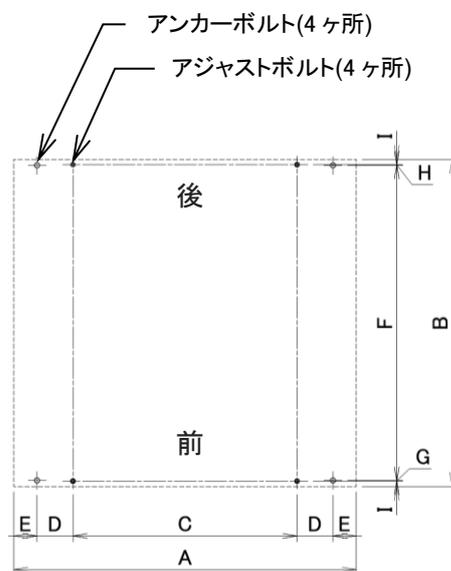

図 4-2
- 1) 機械の据付は、機械自重による床荷重（ 580kg/m^2 ）に充分耐えられる所で、かつ、水平な所であれば、特別な基礎工事の必要はなく、簡易基礎にて水平を出し、4本のアンカーボルトにて固定するだけで充分です。ただし、特に地盤の弱い所は、機械ベース図（図 4-2）を参照の上基礎工事